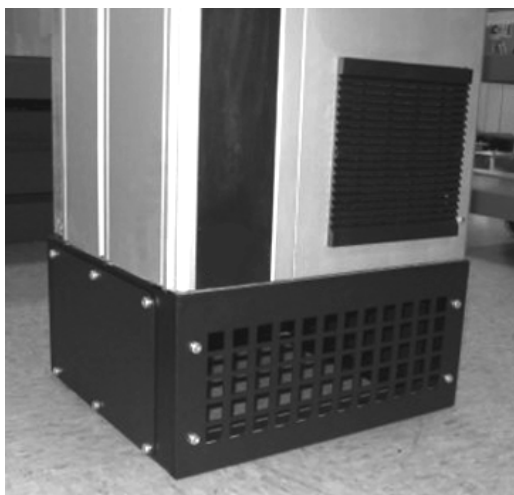

Рис. 9 Изделие CUE на пьедестале
3. Закрепите изделие CUE на пьедестале с использованием прилагаемых винтов. См. рис. 9.